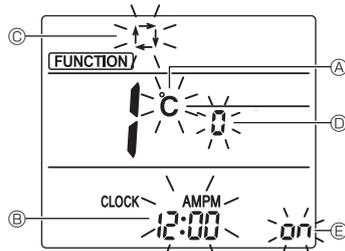

Fig. 6-10
3. Premere il pulsante **▲** per modificare il n. di funzione. Verificare che il n. di funzione "1" sia visualizzato e poi premere il pulsante **SET**. Verrà visualizzata la schermata Impostazione dello schermo. (Fig. 6-10)